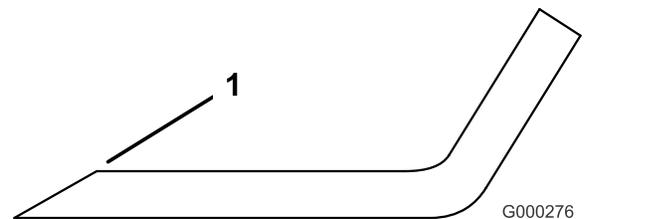

Figura 118
3. Esaminate l'affilatura di tutte le lame e affilate se risultano smussate o scheggiate (Figura 118).
Nota: Affilate soltanto la parte superiore del tagliente e mantenete l'angolo di taglio originale per garantire l'affilatura (Figura 118). La lama rimarrà bilanciata se rimuovete la stessa quantità di metallo da entrambi i taglienti.